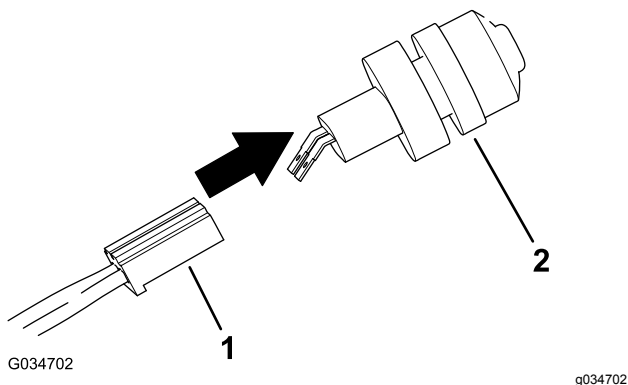

图 7
4. 将主线束的母接头插入喇叭开关上的公接头**图 7**。
4. 将主线束的母接头插入喇叭开关上的公接头图 7。